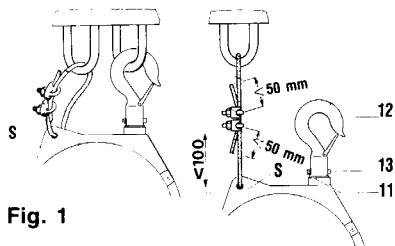

Fig. 1
- Fest opphengnet S med en fleksibel kabel til et passende opphengspunkt og la det være igjen en maksimum ekstra bevegelsesdistanse på 100mm (Fig. 1.). Balansetaljen må kunne rotere fritt.
- Prenda o S de suspensão com um cabo flexível a um suporte adequado deixando um curso máximo extra de 100mm (Fig. 1). O equilibrador tem que estar livre para rodar.